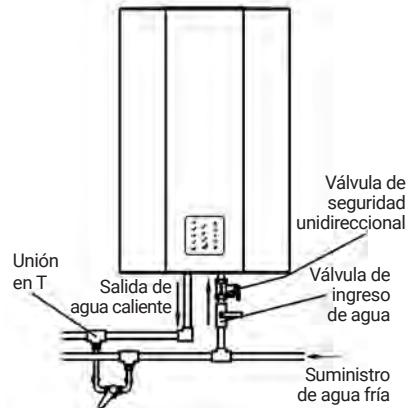

Figura 4
- (8) Si los usuarios quieren un suministro de agua multicanal, pueden conectar la tubería de agua de acuerdo con el método que se muestra en la figura 4.